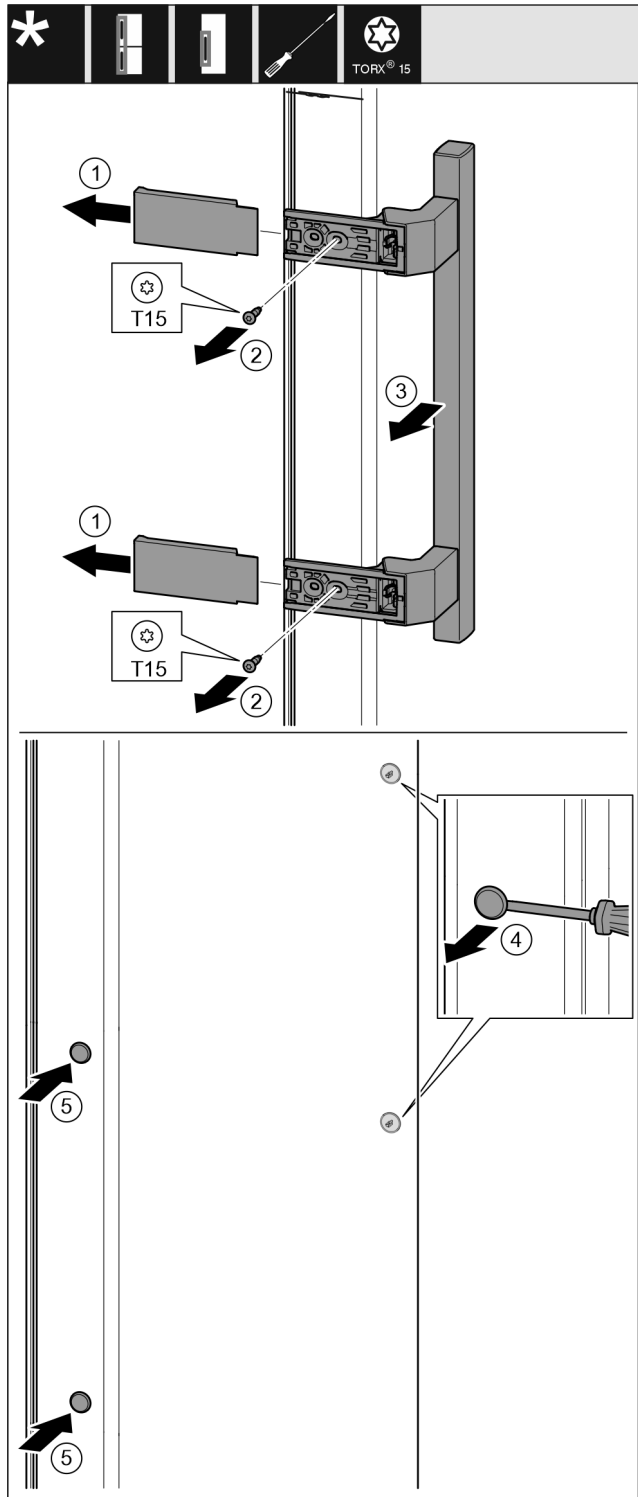

Fig. 11
- ▶ Vedä suojus irti. Fig. 11 (1)
- ▶ Kierrä ruuvit ulos Torx 15 -ruuvimeisselillä. Fig. 11 (2)
- ▶ Ota kahva pois. Fig. 11 (3)
- ▶ Nosta sivulla olevia tulppia varovaisesti uraruuvimeisselillä ja vedä irti. Fig. 11 (4)
- ▶ Aseta tulpat uudelleen toiselle puolelle. Fig. 11 (5)